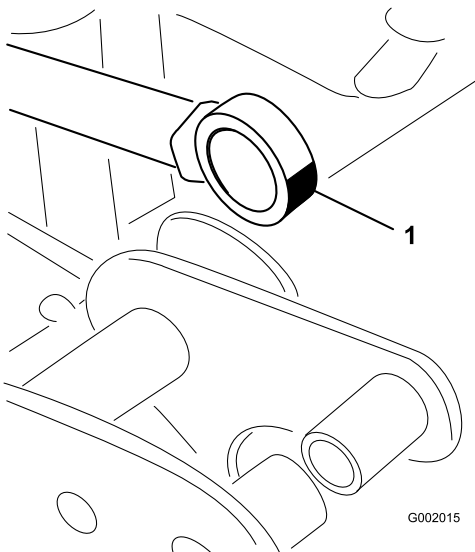

図 37
5. アクチュエータ・ロッドのベアリング端部を動かしながらベアリング内部にグリスを注入する(図 37)。はみ出したグリスはふき取る。